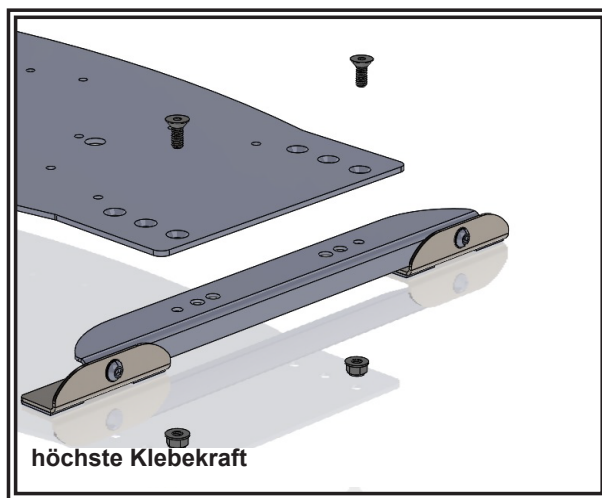

Abbildung 4
1. Befestigen Sie die CZ6015-Halterung mit den mitgelieferten Befestigungsteilen an der CZ6016-Montageplatte. Verwenden Sie die Senkbohrungen in der Montageplatte, durch die die Füße auf einem flachen Teil des Dachs aufsitzen können. Legen Sie die gesamte Konstruktion auf das Dach des Fahrzeugs. Siehe Abbildung 4.